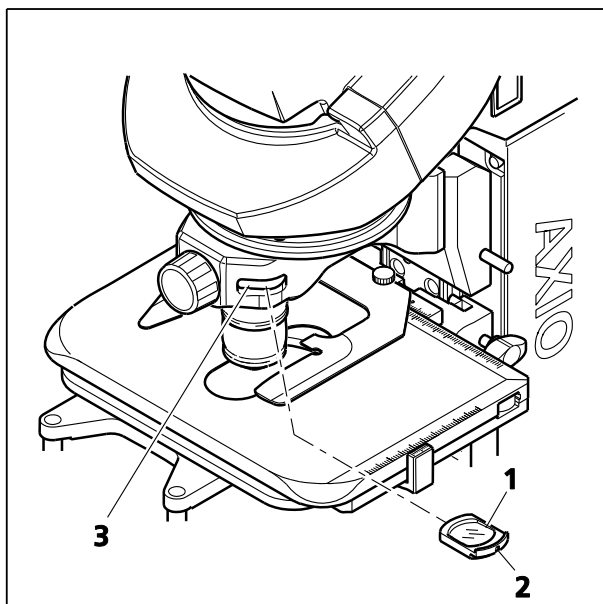

Figure 4-4 Insertion d'un curseur DIC dans une monture d'objectif ou un porte-objectifs
- Insérer le curseur DIC SÉNARMONT 75 W PA (426967-9000-000 ou 426967-9070-000) (Figure 4-4/1) dans l'ouverture (Figure 4-4/3) prévue à cet effet dans la monture d'objectif ou la tourelle. S'assurer que l'orientation est correcte, comme indiqué par les caractères figurant sur le curseur DIC.
- Placer le tournevis à tête sphérique dans l'encoche (Figure 4-4/2) du curseur DIC et pousser le curseur DIC (Figure 4-4/1) dans la fente jusqu'à ce qu'il s'enclenche.